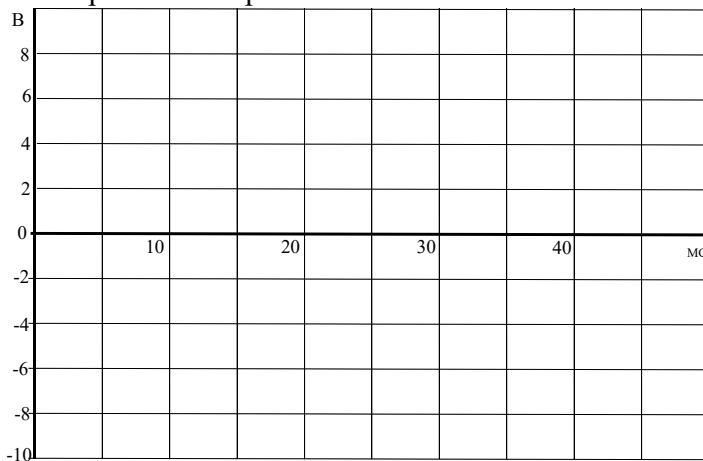

Рисунок 9
3.2. Включите виртуальные приборы V0 и V1 и осциллограф. Подключите два любых входа осциллографа к каналам V0 и V1. Установите развертку 5 мС/дел. Перенесите на график (рис. 9) осциллограммы входного и выходного напряжений.
3.4. Параллельно нагрузочному резистору R_H подключите сглаживающие конденсаторы C с емкостями, указанными в таблице 3, повторите измерения и дорисуйте графики выпрямленного напряжения на рис. 9.